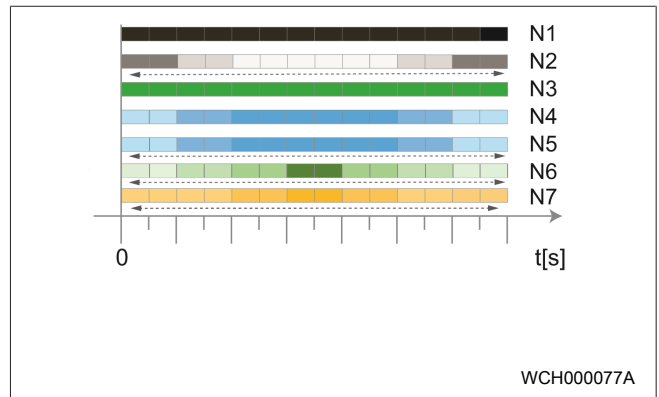

Abb. 15
- Die LED wechselt von Grün (N3) zu pulsierend Blau (N4). Siehe Abb. 15.